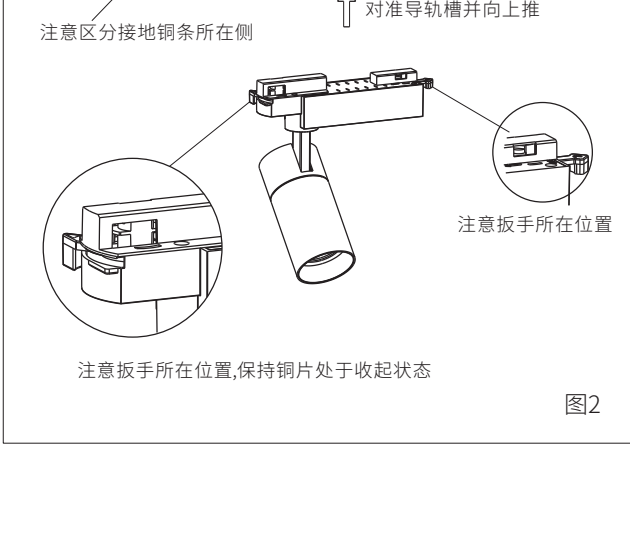

图2
- 3、将轨道盒对准路轨向上推，使接驳器与板手完全卡进路轨槽，装入轨道后将接驳器板手如图所示旋转90°，调节好灯头的照射方向，打开开关即可使用（如图2）。